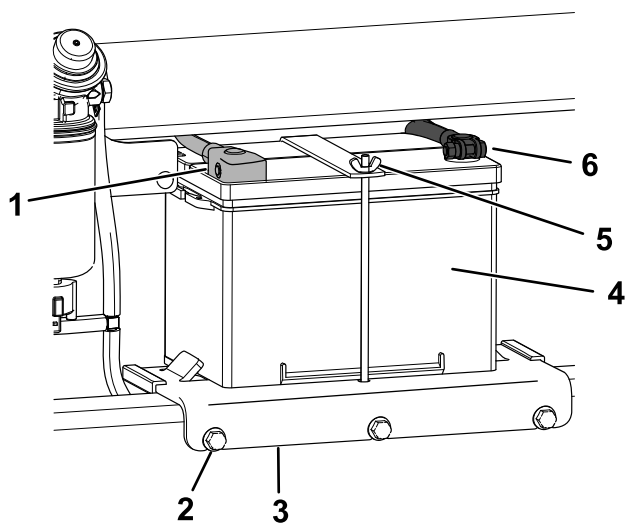

Figura 56
4. Desconecte el cable negativo de tierra (negro) del borne de la batería (Figura 56). Guarde las fijaciones.
6. Desconecte el cable positivo (rojo) del borne de la batería (Figura 56). Guarde las fijaciones.
7. Afloje los 3 pernos que sujetan la bandeja de la batería y retire la bandeja con la batería (Figura 56).
1. Coloque la batería en la bandeja de la batería y sujétela con la tuerca de orejeta y la varilla (Figura 56).
2. Instale la bandeja de la batería en la máquina y sujétela con los 3 pernos (Figura 56). Apriete los pernos a 41 N·m (30 pies-libra).
3. Usando las fijaciones que retiró anteriormente, conecte el cable positivo (rojo) al borne positivo (+) de la batería (Figura 56).
5. Usando las fijaciones que retiró anteriormente, conecte el cable negativo (negro) al borne negativo (-) de la batería (Figura 56).